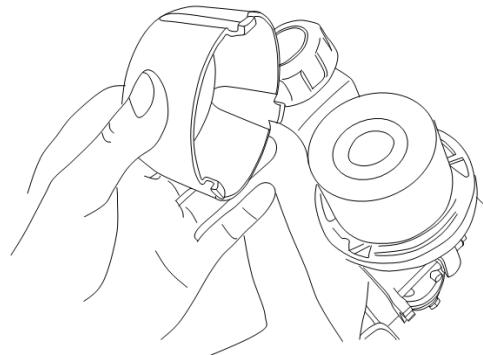

Fig.19
2. Retirez le filtre de son logement et tapez-le contre sur une surface dure pour enlever la poussière (Fig. 19).